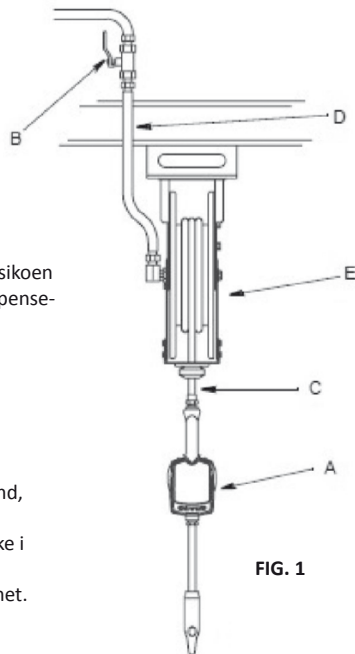

FIG. 1
FIG. 1 viser en typisk installation med slangerulle.
1. Luk for væskens lukkeventil (B, FIG. 1) på hver dispenseringsposition.
5. Luk langsomt for lukkeventilen (B, FIG. 1) ved dispenseringspositionen. Gennemskyl med en tilstrækkelig mængde olie for at sikre, at hele systemet er rengjort. Luk for ventilen.
2. Åben alle dispenseringspositioners lukkeventiler (B, FIG. 1) og start pumpen op for at trykregulere systemet. Se Drift for den korrekte brug af oliepistolen. For at sikre dispenseringspræcision, tøm da al luft fra væskeledningerne og dispenseren, inden anvendelse.